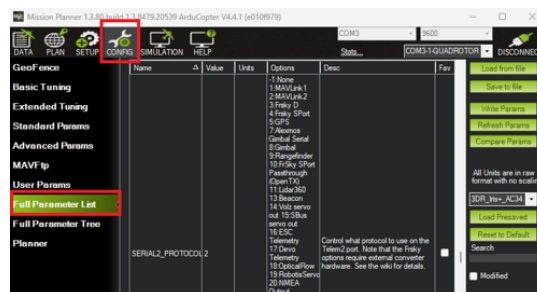

Figura 4 Configuración de Mission Planner.
- Cuando se haya verificado que el autopiloto puede establecer comunicación con Mission Planner de manera correcta, se selecciona la pestaña `CONFIG` en la parte superior del software y en la ventana izquierda se selecciona `Full Parameter List`, ambos marcados para referencia en la Figura 4.